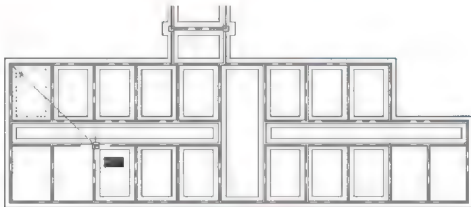

图 5.14 复制大放脚
(3) 将上面绘制的大放脚由【基础墙】图层换到【大放脚】图层。
(4) 启动【复制】命令(快捷键 CO)。
① 在选择对象: 提示下, 选择刚才偏移并经修剪后的大放脚作为被复制的对象, 按 Enter 键进入下一步命令。
② 在指定基点或 [位移(D)] 位移: 提示下, 捕捉 A 点作为复制基点。
③ 在指定第二个点或 使用第一个点作为位移: 提示下, 分别捕捉所有 3900mm 开间的基础墙左上角阴角点, 如图 5.14 所示。